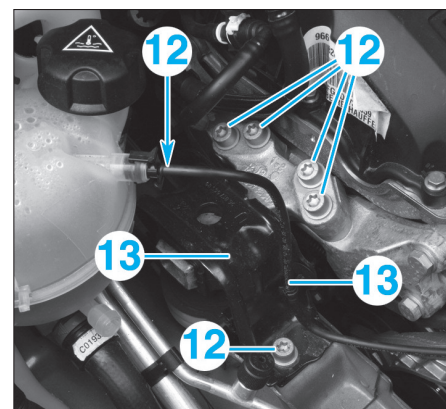

FIG. 58
- Dégrafer et écarter le tuyau de dégazage de liquide de refroidissement (11) du support moteur droit (Fig.58).
- les vis (12) du support moteur droit,
- le support moteur droit (13).